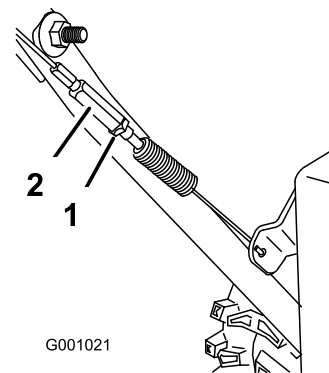

Figura 33
3. Serrate il controdado (Figura 33).